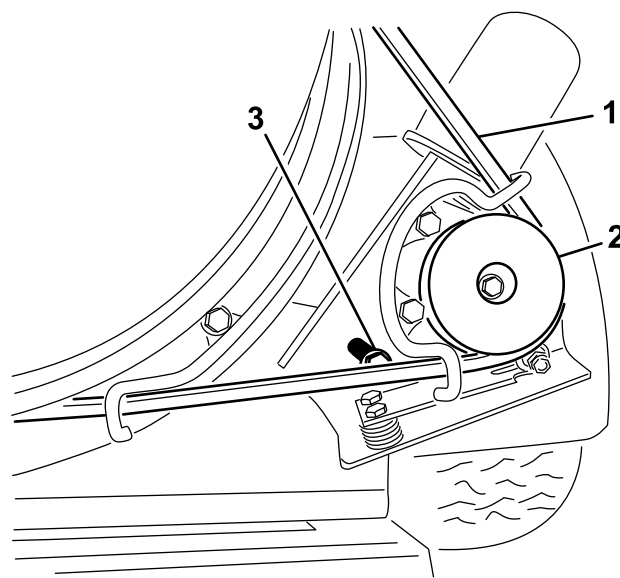

Figure 34
1. Desserrez les boulons qui fixent le support de la poulie au châssis du souffleur (Figure 34).